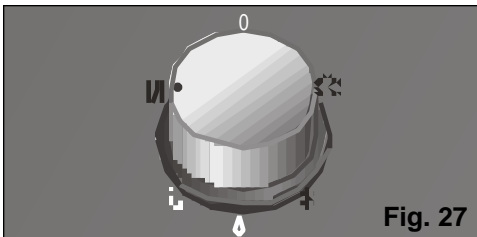

Fig. 27
- Selezionate la funzione riscaldamento. **Fig. 27**.